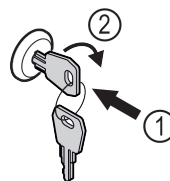

Fig. 103
- ▶ Introduceți cheia prin apăsare Fig. 103 (1).
- ▶ Rotiți cheia cu 90° în sensul acelor de ceasornic Fig. 103 (2).